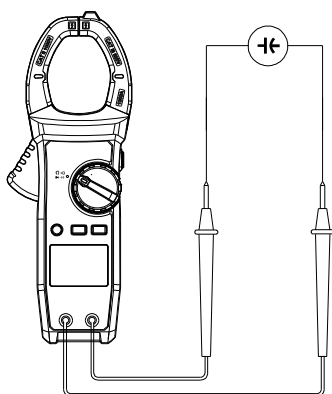

Рис.10. Измерение ёмкости
- 2) Установите переключатель в режим «F» (см. рис. 10), нажмите SELECT для выбора режима измерения емкости «F» (см. рис. 10).